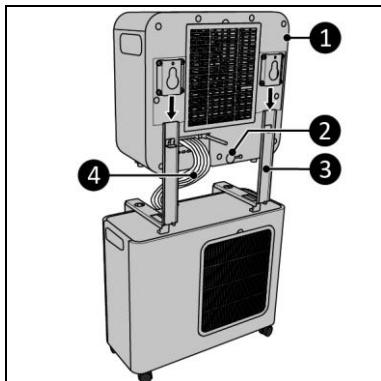

Figure 13
- Glissez l'unité intérieure (figure 13, pos. 1) sur les supports muraux (figure 13, pos. 3).
- Guidez le tuyau de réfrigérant (figure 13, pos. 4) entre l'unité intérieure et l'unité extérieure. Évitez que le tuyau de réfrigérant ne réalise une courbe inférieure à 30 mm.
- Retirez le bouchon d'arrêt d'eau (figure 13, pos. 2).